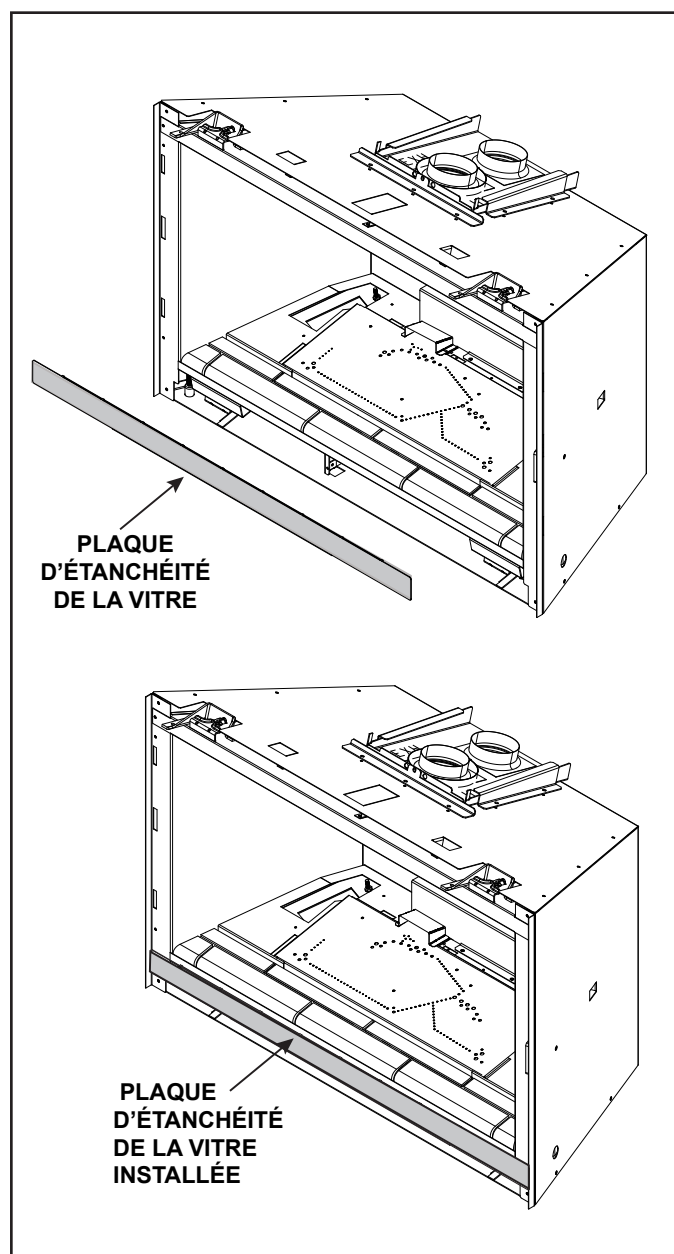

Figure 4.3 Plaque d'étanchéité de la vitre
- Vérifiez que la plaque d'étanchéité de la vitre est bien installée. Voir la figure 4.3.
- Retirez la plaque d'étanchéité de la vitre. Voir la figure 4.3.